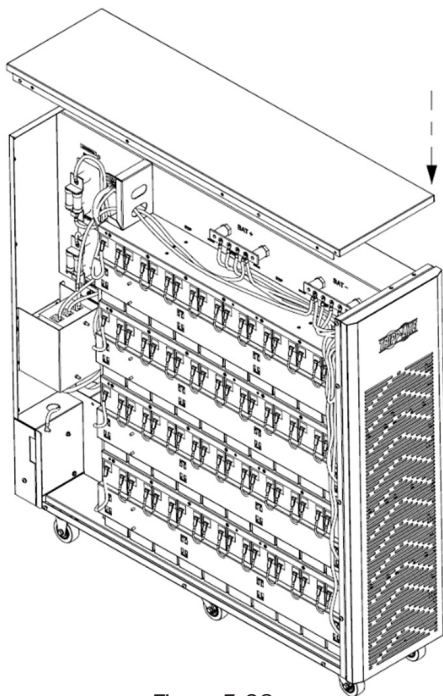

Figure 5-28
40. Réinstaller le couvercle supérieur (Figure 5-28).